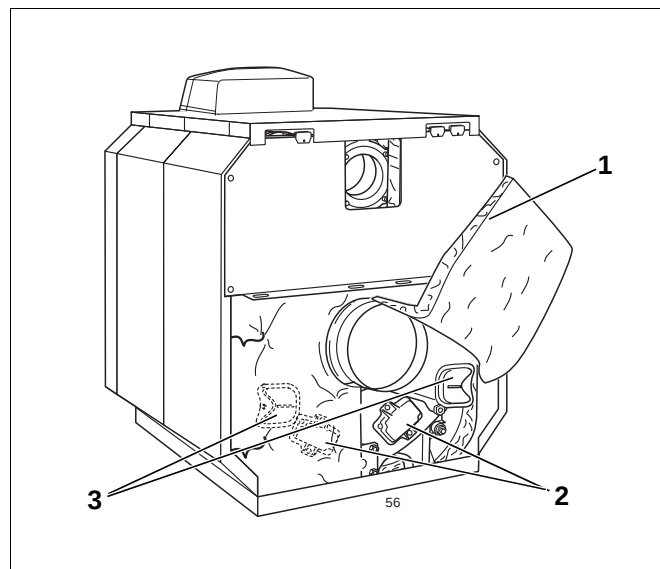

Abb. 79 Reinigungsdeckel demontieren
- Spannfeder unterhalb des Abgasstutzens lösen, den Wärmeschutz nach oben klappen und mit der Spannfeder einhängen (Abb. 79, **Pos. 1**).
- Die Reinigungsdeckel am Hinterglied (Abb. 79, **Pos. 2**) und am Abgassammler (Abb. 79, **Pos. 3**) entfernen.